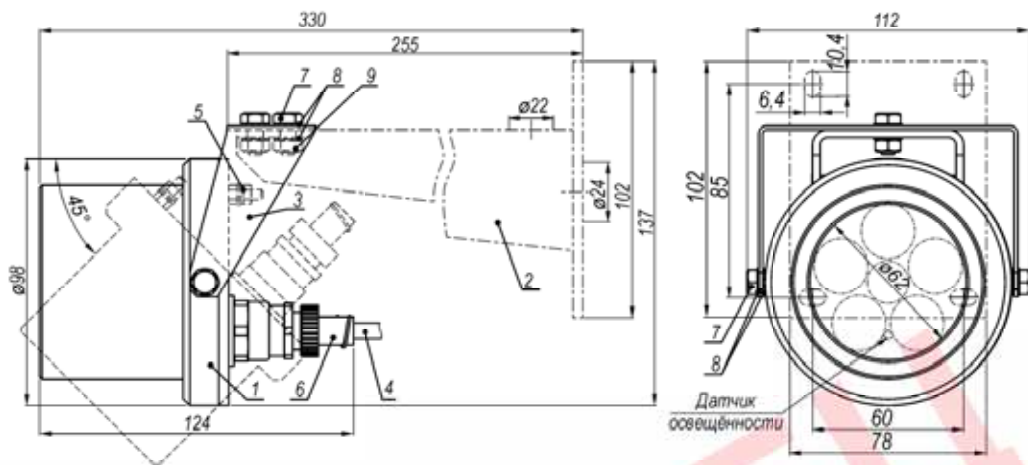

Рисунок 1 – Установка прожектора на кронштейн КТУН-250
1. Установить прожектор одним из двух способов – рисунок 1 и 2.
1.1 Установка прожектора на кронштейн (рисунок 1):
- установить кронштейн 2 (рисунок 1) на штатное место и закрепить на нём прожектор 1;
- ослабив болты фиксации прожектора и кронштейна прожектора 3 (рисунок 1), установить прожектор на нужное направление обзора, после чего надёжно зафиксировать прожектор и кронштейн прожектора, затянув болты.
2. Заземлить прожектор с помощью болта заземления 5 (рисунок 1).